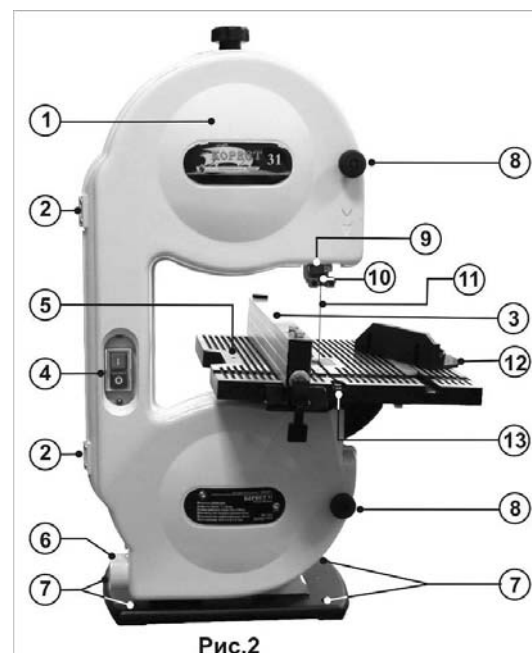

Рис.2
Пила состоит из следующих сборочных единиц и деталей (Рис.2,Рис.3):
Конструктивно Ленточная пила модели «Корвет 31» представляет собой жесткий «С» - образный корпус с открывающимся кожухом 1, внутри которого находятся два, разнесенных по вертикали, приводных колеса 24 и 25 (Рис.4). Колеса 24 и 25 (Рис.4) охвачены гибкой пильной лентой 11 (Рис.2) и при вращении заставляют ее двигаться со скоростью более 10 м/сек. Правая сторона пильной ленты 11 (Рис.2) в открытой (рабочей) зоне «С» - образного корпуса имеет высокую жесткость, так как стабилизируется группой опорных подшипников 10 (Рис.2).
8.1. Основание, несущий корпус и защитные ограждения (Рис.2,3)
8.2. Установка пильной ленты (Рис.2,Рис.3,Рис.4)
8.3. Привод ленты (Рис.2,Рис.3,Рис.4)
8.4. Движения пильной ленты (Рис.2,Рис.3,Рис.4)
8.5. Установка рабочего стола (Рис.2,Рис.3,Рис.4)
8.6. Позиционирование и натяжение пильной ленты (Рис.2, Рис.3, Рис.4)
8.8. Установка прямого угла между пильной лентой и рабочим столом (Рис.2,Рис.3,Рис.4).
8.8.2. Поднимите направляющую 9 (Рис. 2) настолько это возможно.